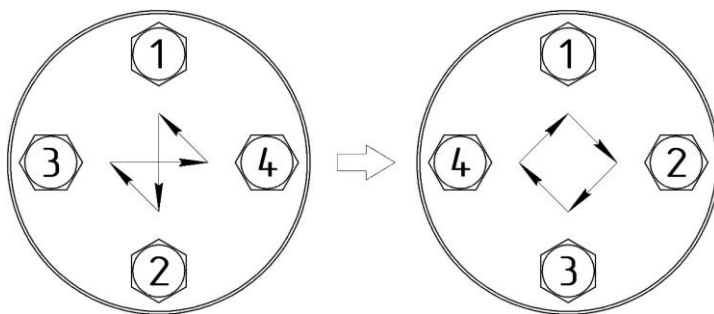

Рисунок 8.1 – Схема затяжки гаек фланцевого соединения
- Затяжку гаек фланцевого соединения следует выполнять равномерно в 3...4 подхода в последовательности «крест-накрест» (см. рис. 8.1). В качестве последней операции рекомендуем затяжку по кругу.